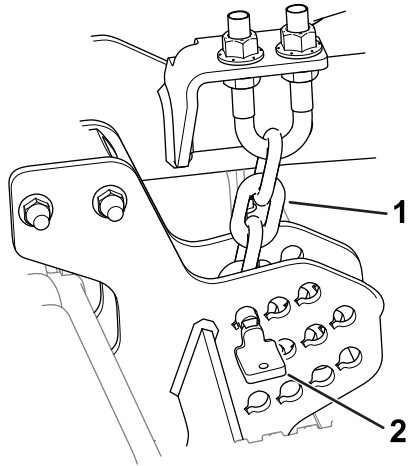

Figure 9
1. Retirez les goupilles qui fixent les chaînes de hauteur de coupe à l'arrière de l'unité de coupe (Figure 9).
La goupille doit être installée dans le maillon le plus bas de la chaîne de hauteur de coupe. La chaîne (Figure 9) ne doit pas être vrillée.